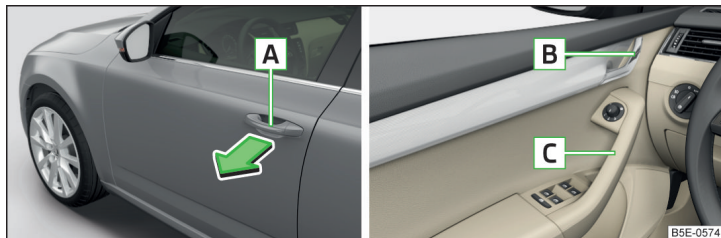

Abb. 56 Türgriff/Türöffnungshebel
- Zum **Öffnen von außen** das Fahrzeug entriegeln und am Türgriff **A** in Pfeilrichtung ziehen » Abb. 56.